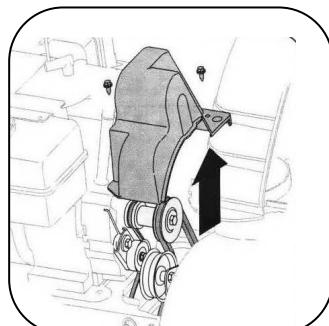

Рис.11
**ПРИМЕЧАНИЕ.** Слейте бензин из снегоуборщика или поместите кусок пластика под крышку бензобака. См.рис. 11.